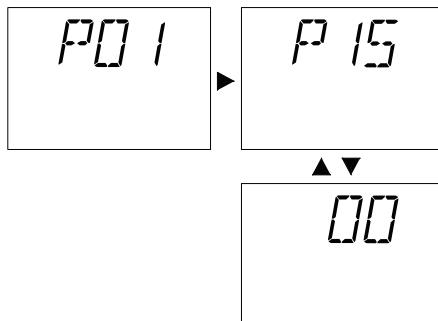

Рисунок 5.27
- Нажмите кнопку сброса 5 (Рисунок 5.24) и пролистайте параметры, пока не дойдёте те до параметра P15, предназначенного для настройки коэффициента K. На ЖК-дисплее последовательно отобразятся следующие символы (параметр P15 будет загораться поочередно с 00, (см. рис. 5.27)